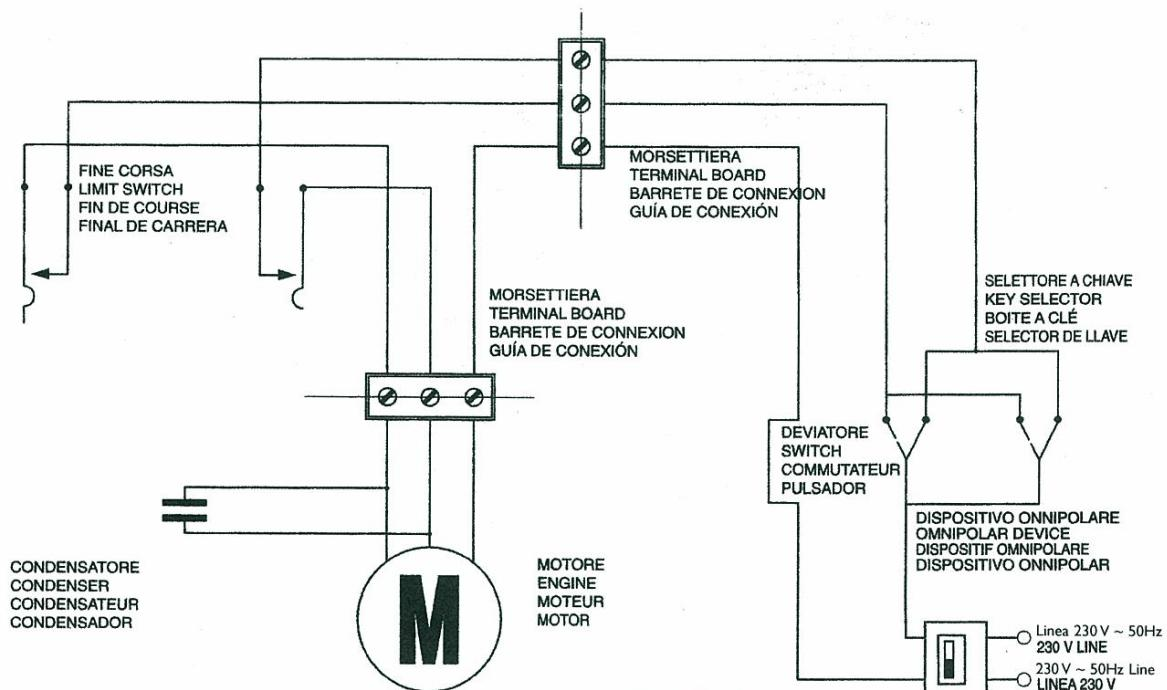

FIG. 2
- 15)** Eseguire i collegamenti elettrici descritti in fig. 2 passando il cavo 4x1 mm dato in dotazione, all'interno dell'albero della serranda evitando qualsiasi contatto con le parti ruotanti;
- 15)** Make the electrical connections described in fig. 2 passing the 4xl mm cable supplied inside the shutter shaft avoiding any contact with the rotating pars;
- 15)** Faire les connexions électriques décrites dans la figure 2 en passant le cable 4xl mm. donné en dotation à l'interieur de arbre du rideau tout en évitant tout contact avec les parti es tournantes;